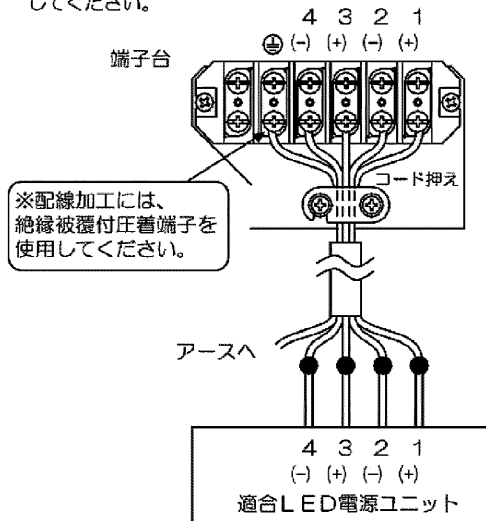

図10
5. 端子台の結線用ビスに電源電線(現場手配)をしっかりと固定してください。(図10)
結線は(図10)の通りLED電源ユニットの配線番号と器具の配線番号を合わせて行ってください。